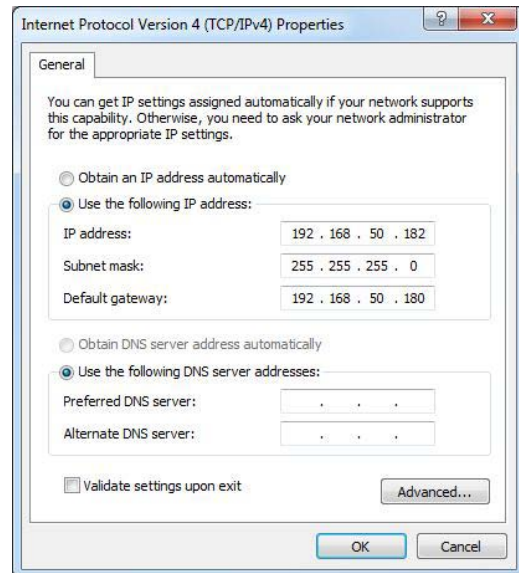

Abbildung 61: TCP/IPv4 Einstellungen
- Wählen Sie “Folgende IP-Adresse verwenden:” und geben Sie folgende Werte ein (siehe Abbildung 61):